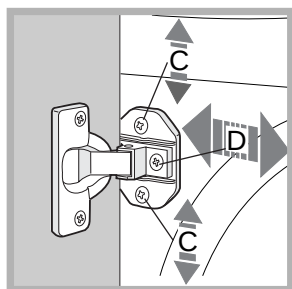

Abb. 7
- Drehen Sie die Schrauben C und D wie in *abb. 7* angegeben, um die Position des Holzpaneels in vertikaler und horizontaler Richtung einzustellen.